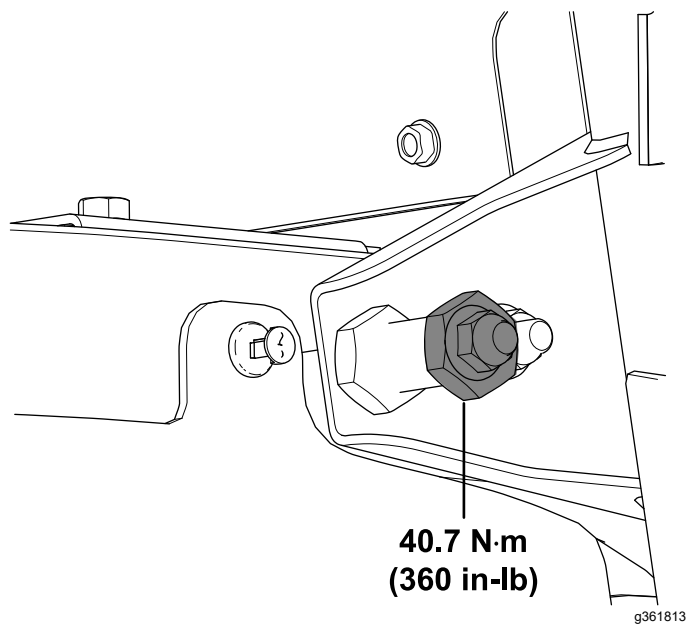

Figure 27
22. Serrez le contre-écrou ($\frac{3}{8}$ ") à 40,7 N·m, comme montré à la Figure 27.